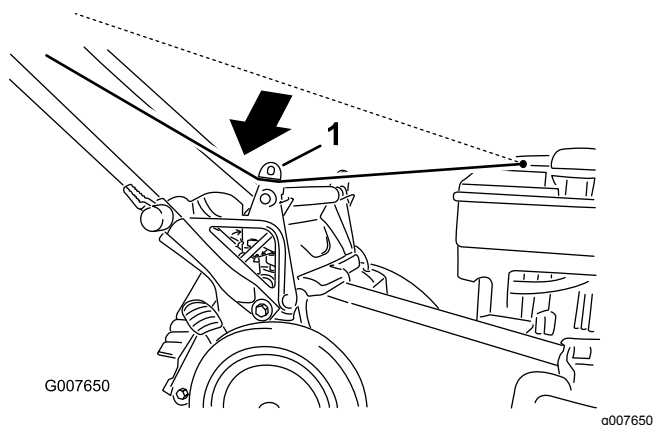

Figura 25
1. Pase la cuerda de arranque alrededor de la guía de cuerda inferior (Figura 25).